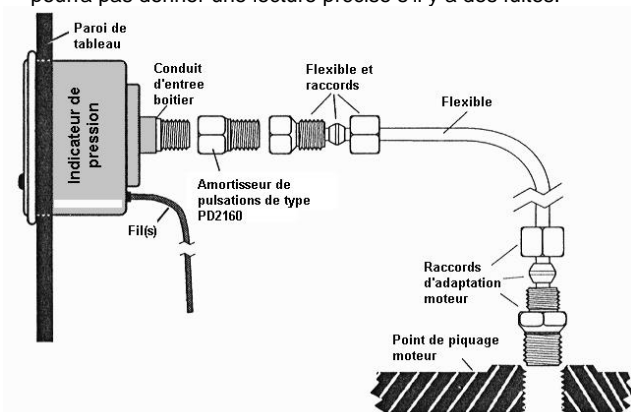

Figure 3
2. Raccorder un flexible de façon adéquate entre le point de raccordement de filetage 1/8-27 NPT à l'arrière du boîtier et un bossage ouvert du collecteur d'admission. L'utilisation du kit de montage V5179 est recommandée, ce kit comprend le flexible et les raccords nécessaires. Le raccord côté collecteur est d'un filetage 1/4 NPT. La Figure 3 montre un exemple de montage type. L'utilisation d'un amortisseur de pulsations PD2160 est recommandée.